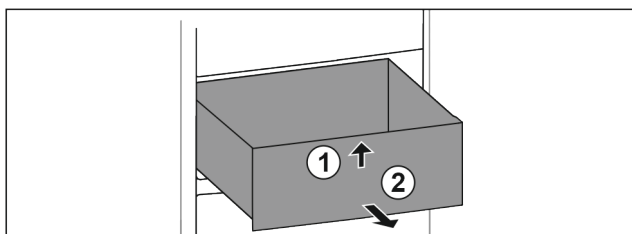

Fig. 113
- Nadzvedněte zásuvku vpředu. Fig. 113 (1)
- Vyjměte zásuvku dopředu. Fig. 113 (2)